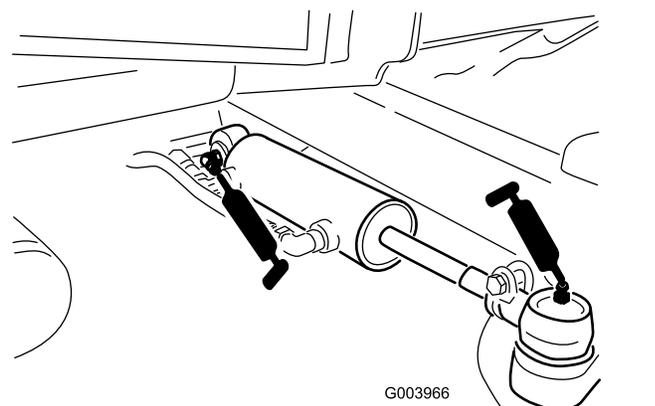

Figure 68
- Rotules de vérin de direction (2) (Figure 68)